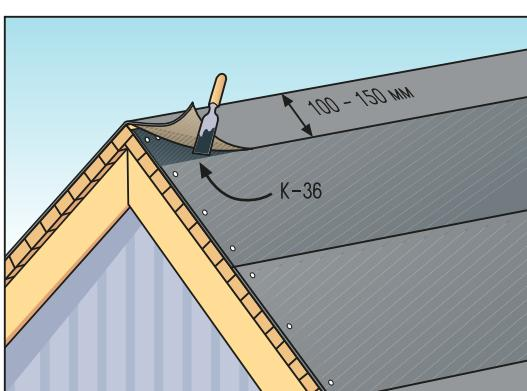

Рис. 4
- На коньке подкладочные ковры, уложенные вдоль первого ската, обрезаются по коньку, и затем верхний край гвоздями фиксируется к настилу крыши. Подкладочный ковер противоположного ската перекрывает конек на 150 мм и соединяется с подкладочным ковром первого ската с помощью битумного клея K-36 (Рис. 4).